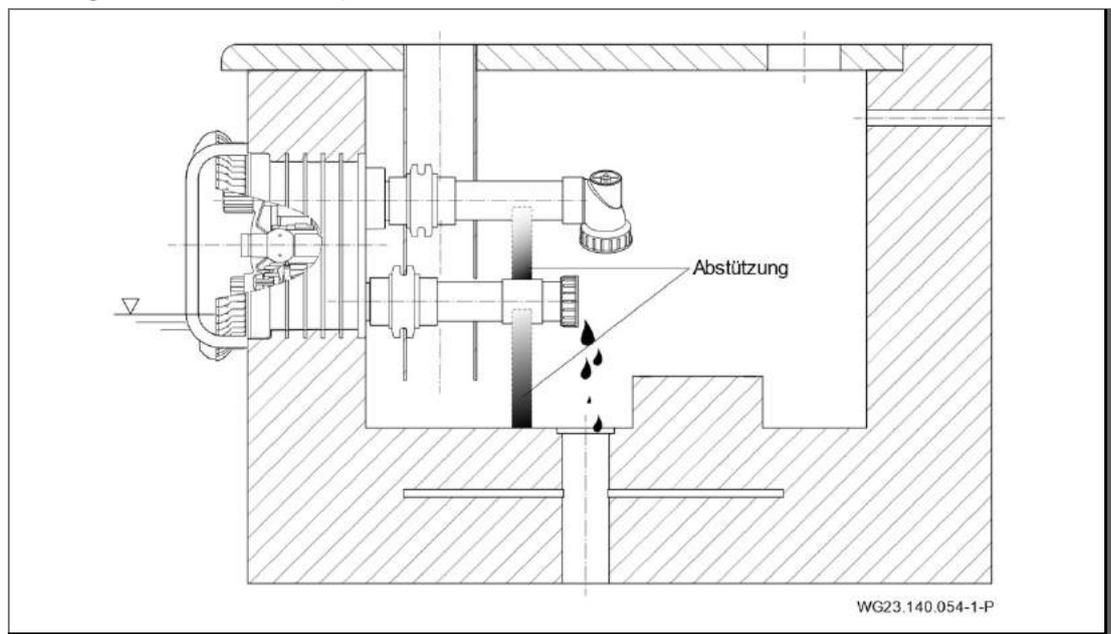

Abb. 28
3. Saug- und Druckleitung durch Abstützung entlasten. Siehe "Abb. 28".